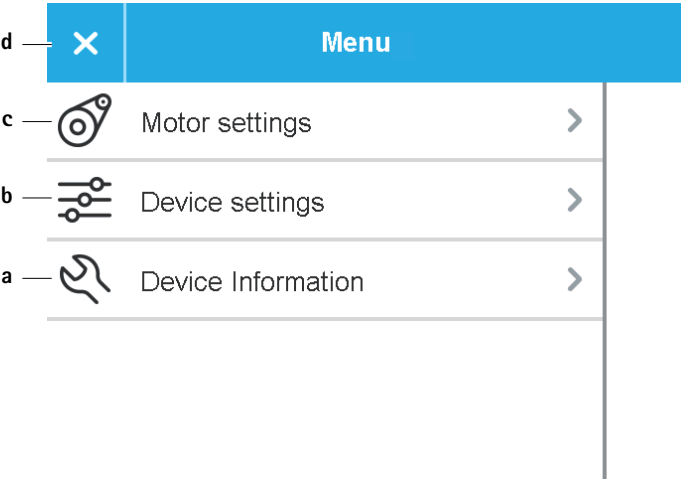

Рис. 8 Меню системных настроек
- Открывается меню системных настроек, см. Рис. 8.